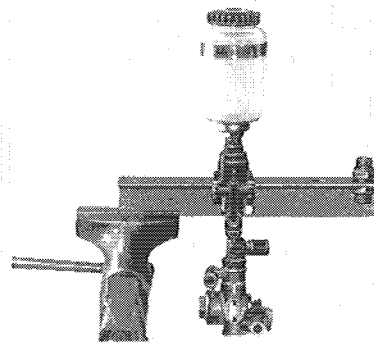

Abb. 2
- Frostschutzpumpe an dem im Schraubstock des Prüfstandes eingespannten Spannwinkel befestigen (siehe Abb. 2)